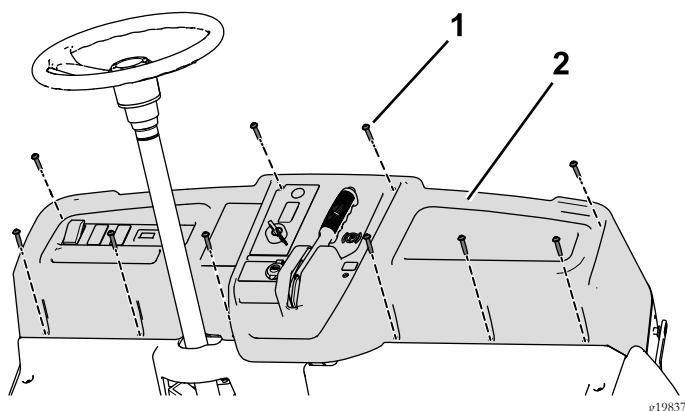

Figura 62
3. Retire los 10 tornillos (1/4" x 1-1/4") para retirar parcialmente el salpicadero, y desconecte el freno de estacionamiento (Figura 62).